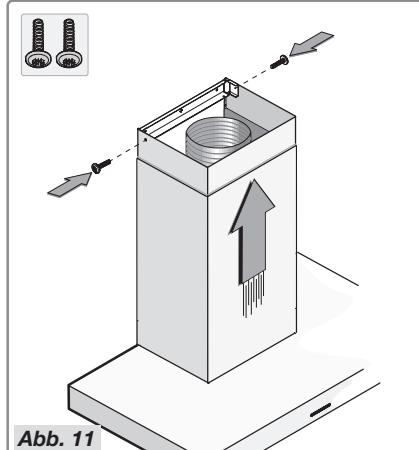

Abb. 11
- Bringen Sie den oberen auf dem unteren Schacht an und installieren Sie diesen auf dem Gehäuse der Abzugshaube. Schieben Sie den oberen Schacht gegen die Halterung und befestigen Sie sie mit den 2 Schrauben (Abbildung 11).